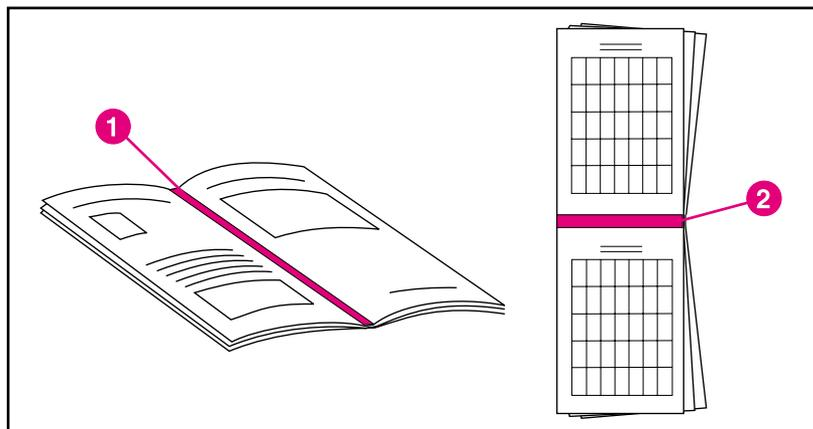

Figure 3-4 Options de reliure
- 6 Appuyez sur **VALEUR** pour sélectionner la reliure sur **BORD LONG** ou **BORD COURT** relieure (voir figure 3-4).
- *Reliure sur bord long (livre)*, qui est la disposition classique utilisée pour les livres. (Voir 1 dans la figure 3-4.)
- *Reliure sur bord court (bloc-notes)*, qui est le type de reliure souvent choisi pour les calendriers. (Voir 2 dans la figure 3-4.)